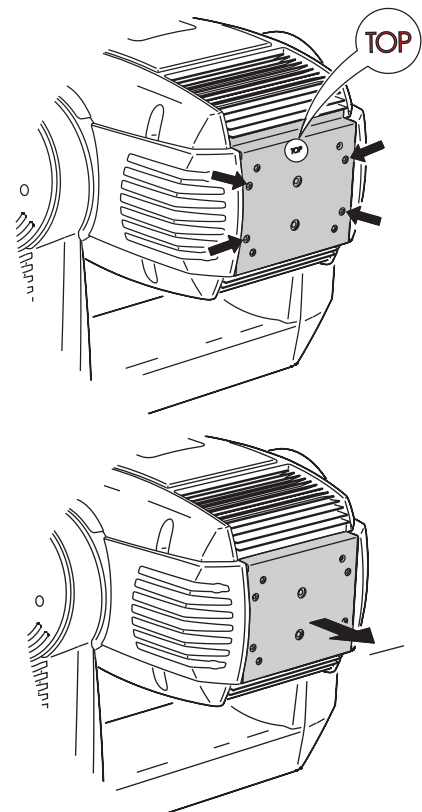

Bild 10: Zugriff auf das Leuchtmittel
- 2 Unter Bezug auf Bild 10: Lösen Sie die 4 mit Pfeilen markierten Schnellverschluss-Schrauben an der Rückseite des Kopfes. Ziehen Sie das Lampenmodul so weit wie möglich heraus und lassen Sie es in dieser Position.